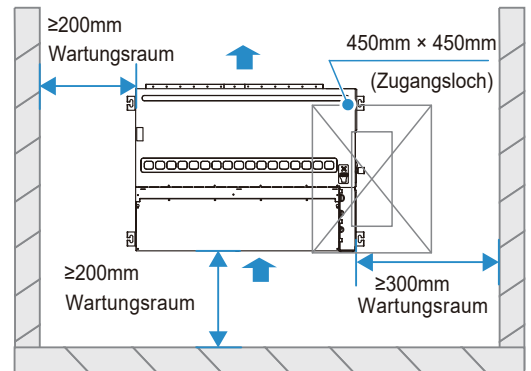

Abbildung 1
- ✓ Es gibt genügend Platz für die Installation und Wartung. (Siehe Abbildung 1)